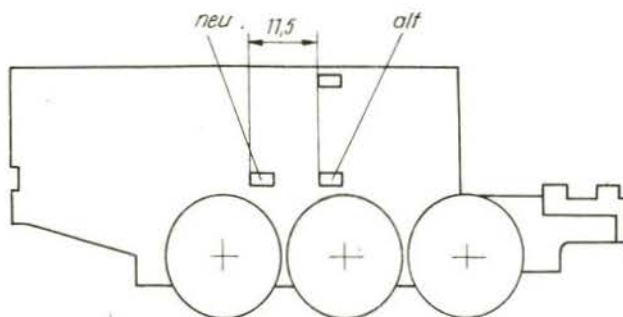

Bild 6 Durchbruch in den Platinen
- In die Platinen ist ein Durchbruch einzuarbeiten (Bild 6)